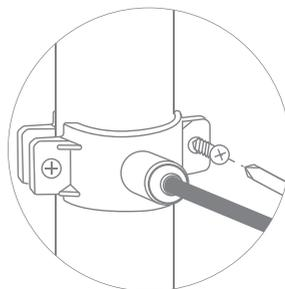

Рис. 11
5. Прочно закрепите хомут на дренажной линии с помощью винтов (рис. 11). Винты крепления необходимо затягивать равномерно (без перекоса), чтобы обе части хомута располагались параллельно.